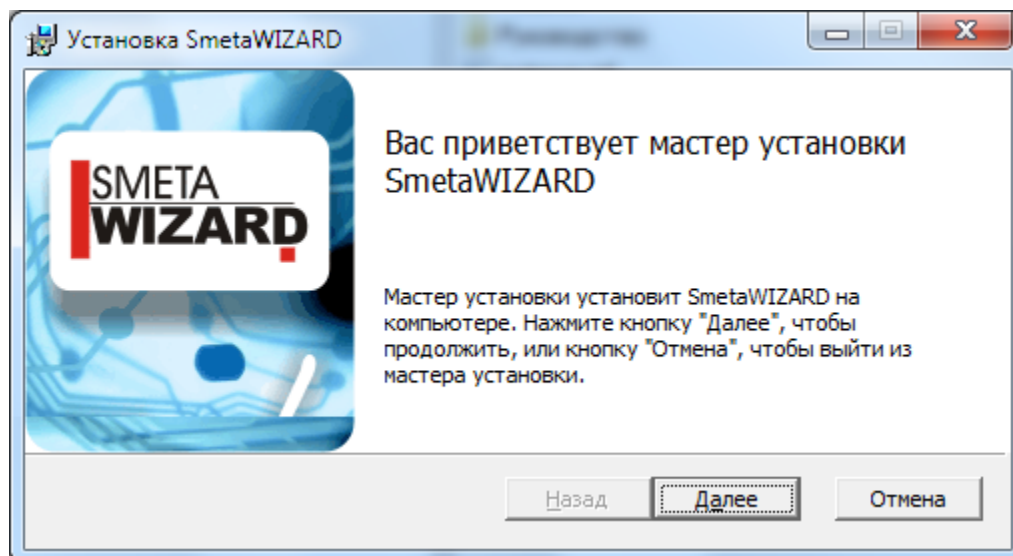

Рис. 10.3 Мастер установки SmetaWIZARD
3. Выполнить установку SmetaWIZARD следуя инструкциям мастера установки (рис. 10.3).